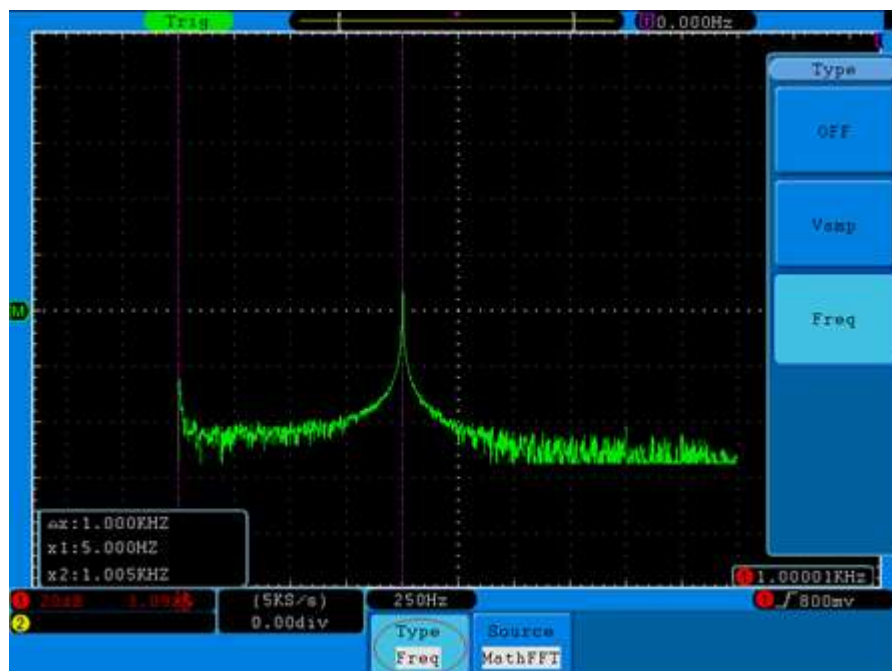

Figura 5-70 Medindo **Freq** com Cursores no modo FFT
4. Ajuste a posição dos cursores 1 e 2 de acordo com a onda em medição utilizando os knobs **VERTICAL POSITION** do canal CH1 e CH2 respectivamente. O quadro no canto inferior esquerdo da tela exibe a diferença entre o cursor 1 e o 2 e também a posição atual de cada cursor (veja *Figura 5-70* a seguir).